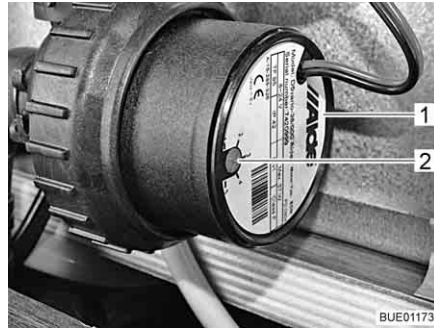

Fig. 186 Réduction de la vitesse de rotation
Le bouton tournant (Fig. 186,2) permet de régler la vitesse de rotation du circulateur. Une faible vitesse de rotation réduit les bruits de fonctionnement de la pompe.
Le bouton tournant se trouve sur le circulateur (Fig. 186,1).
- Tourner le bouton tournant (Fig. 186,2) dans le sens inverse des aiguilles d'une montre. La puissance est réduite.